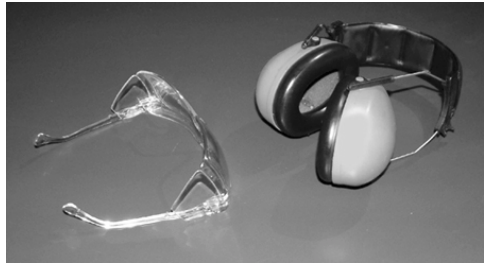

Abbildung 1
1. **Sicherheitsbrillen verwenden.** Der Betreiber dieses Naglers sowie andere Personen im Arbeitsgebiet müssen Sicherheitsbrillen mit starren Seitenschildern tragen. Siehe Abbildung 1.
2. **Ohrenschutz tragen,** um einen möglichen Gehörverlust zu vermeiden. Siehe Abbildung 1.